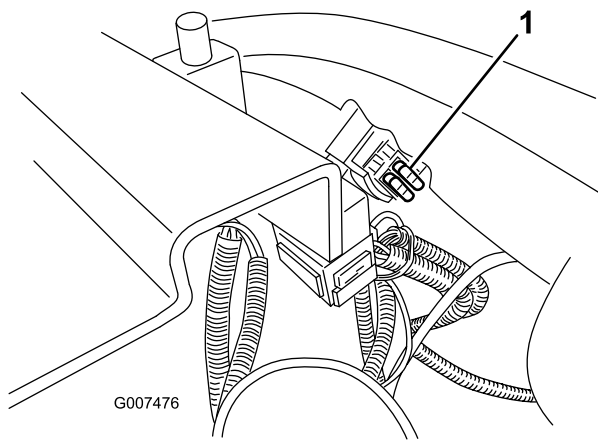

Figura 31
1. Tirate il fusibile (Figura 31) per estrarlo dalla presa.